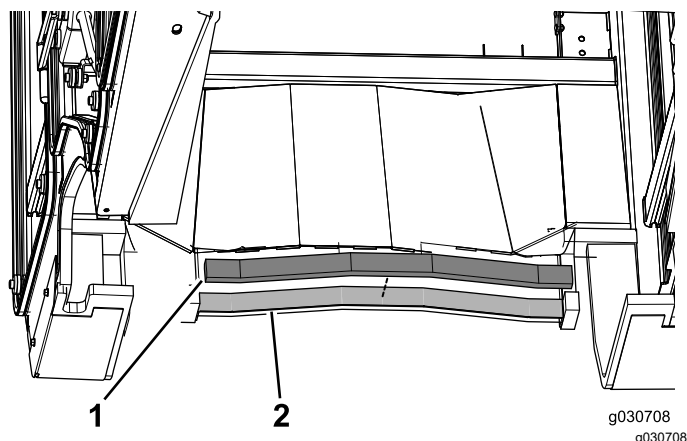

Bild 17
3. Bringen Sie die hintere Schaumstoffdichtung hinten an der Kabine an (Bild 17).